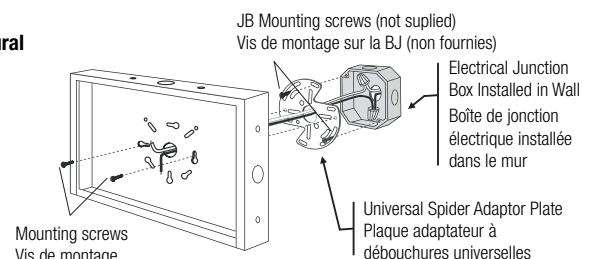

Fig. 4 Ceiling or Side mount
3. A single wire pass-thru and a pair of canopy screw knockouts are stamped into the top and also the end of the sign. Knock out the appropriate set of three holes; top holes for ceiling mount or end holes for end wall mount (Fig. 4).
NOTE: Mount the sign securely to the wall or ceiling. The hole spacing in the canopy is designed to fit most standard electrical junction boxes. A steel, universal spider plate is supplied to allow the installation to alternate size/type boxes by using the mounting screws (the two junction box mounting screws are not supplied - see Fig. 4).
3. Des débouchures d'accès pour les fils et pour une paire de vis de couvercle sont estampées sur le dessus et le côté de l'enseigne. Défoncer le jeu de trois trous requis; les trous du dessus pour le montage au plafond ou les trous à l'extrémité pour le montage mural par l'extrémité (Fig. 4).
NOTE: Monter l'enseigne de façon sécuritaire sur le mur ou le plafond. L'espacement des trous dans le couvercle est conçu pour s'adapter aux boîtes de jonction standards. Une plaque en acier avec débouchures de distribution universelles est fournie pour permettre l'installation sur des formats/types de boîtes alternatives en utilisant les vis de montages (les deux vis de montage pour l'installation sur la boîte de jonction ne sont pas fournies - voir Fig. 4).